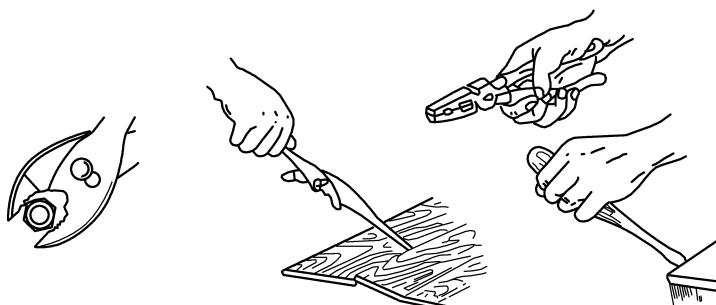

图 2-32 钳子的错误使用
- (1) 使用前（后）应擦净钳子上的油污，以免工作时歪扭滑脱。
- (2) 弯断或扭弯小的工作物时，应先将其夹牢。
- (3) 不能用钳子代替扳手松紧螺母、螺栓，以免损坏其棱角和平面。
- (4) 不能用钳子当锤子用或用钳柄代替撬棒（图 2-32），此外，也不可用钳子夹持过热的物件，以免损坏或退火。